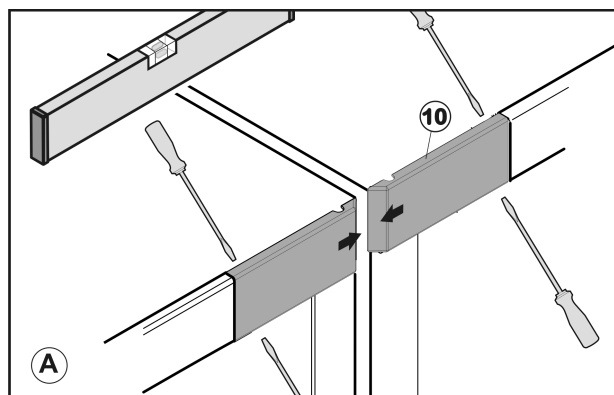

Fig. 43
- Suelte las cubiertas Fig. 43 (10) con un destornillador y retírelas hacia dentro.